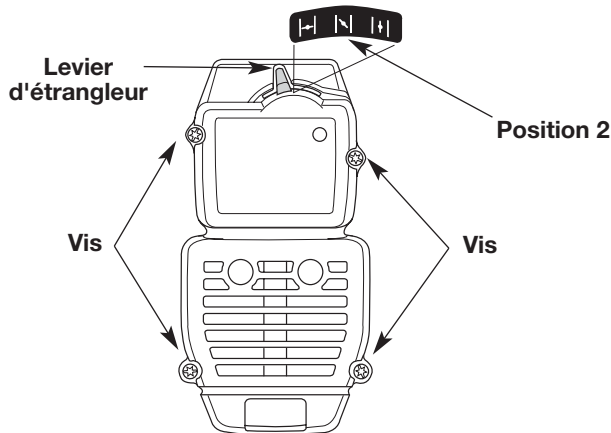

Fig. 17
REMARQUE: pour enlever le couvercle du filtre à air/silencieux, le levier d'étrangleur doit être en Position 2 (Fig. 17).
2. Retirez les quatre (4) vis retenant le couvercle du filtre à air/silencieux (Fig. 17). Servez-vous d'un tournevis à lame plate ou à mèche no. 20 Torx.
2. Insérez les quatre (4) vis dans les trous du filtre à air/couvercle du silencieux (Fig. 17) et vissez sans trop serrer.